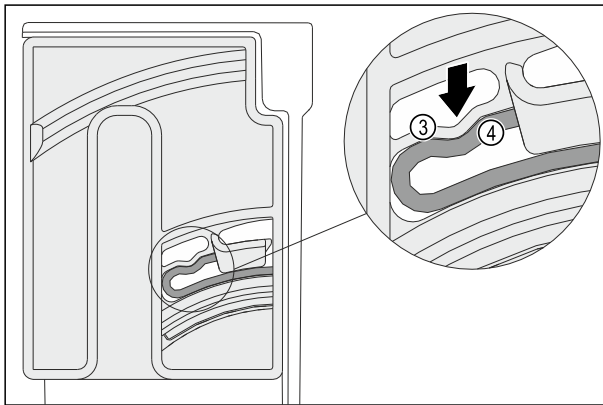

Fig. 146
- Elastisches Element Fig. 146 (3) der Dreheinheit rastet hörbar in der Rundform der Rippe Fig. 146 (4) ein.